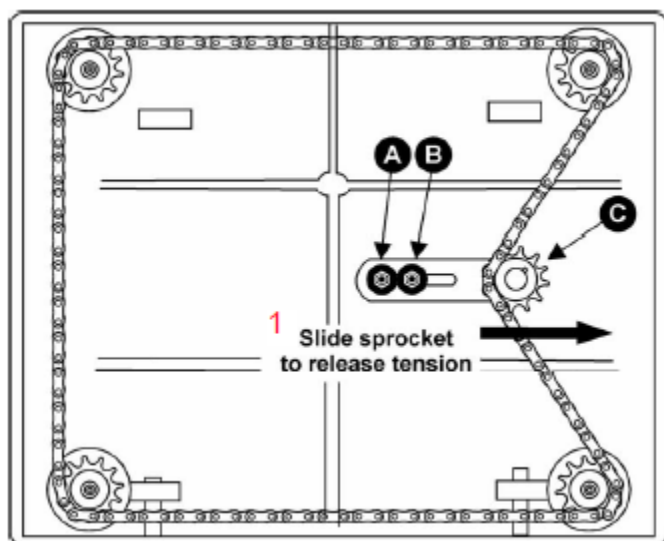

Рис. 22: 1 – переместить звездочку для ослабления натяжения
2. Наклонить станок вбок для получения доступа к нижней части станины, как показано на рис. 22.
3. Вывернуть болт (рис. 22, A) и ослабить болт (рис. 22, C), что обеспечит перемещение узла натяжной звездочки (рис. 22, C) на достаточное расстояние для ослабления натяжения цепи.
5. После регулировки поставить цепь на звездочку, переместить звездочку (рис. 22, C) назад для натяжения цепи, затянуть болт (рис. 22, B) и вернуть и затянуть болт (рис. 22, A).